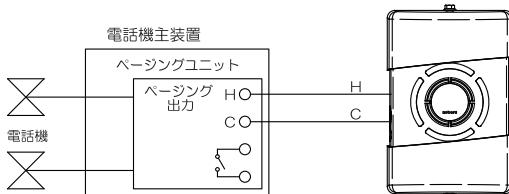

図1
- ・本機の入力端子と電話機主装置のページングユニットの出力端子を接続してください。（図1参照）